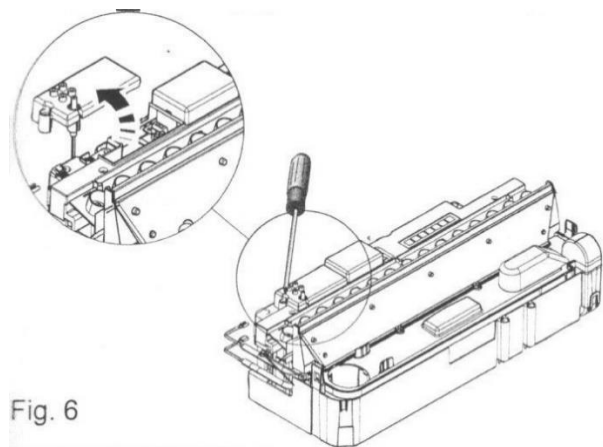

Fig. 6
3. Til de toegangsklep op door de bevestigingsschroef (fig. 6) te verwijderen.